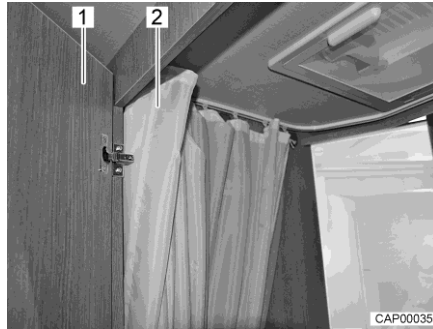
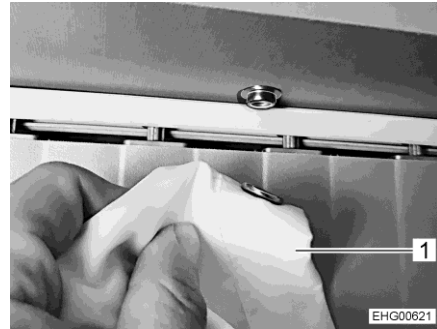

Bild 104 Toilettenraum mit Dusche
Bild 105 Duschkabine mit Druckknöpfen
- Zum Duschen die Tür (Bild 104,1) schließen und den Duschkabine (Bild 104,2 und Bild 105,1) komplett zuziehen bzw. mit Druckknöpfen schließen, so dass alle Wände geschützt sind.